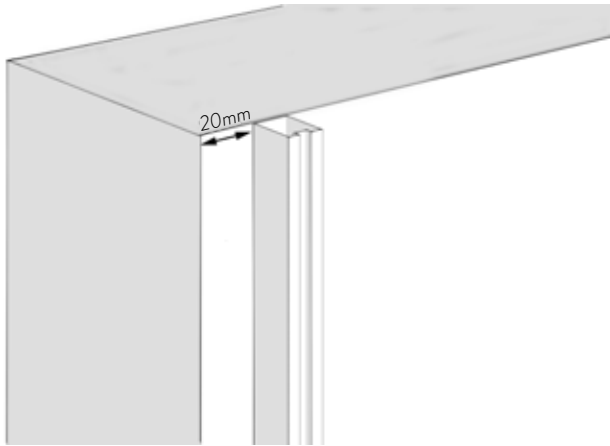

Figura 1
- 1 La viga inicial (HLH-026) se coloca a una distancia de no menos de 20 mm del borde de la pared como se muestra en la Figura 1: